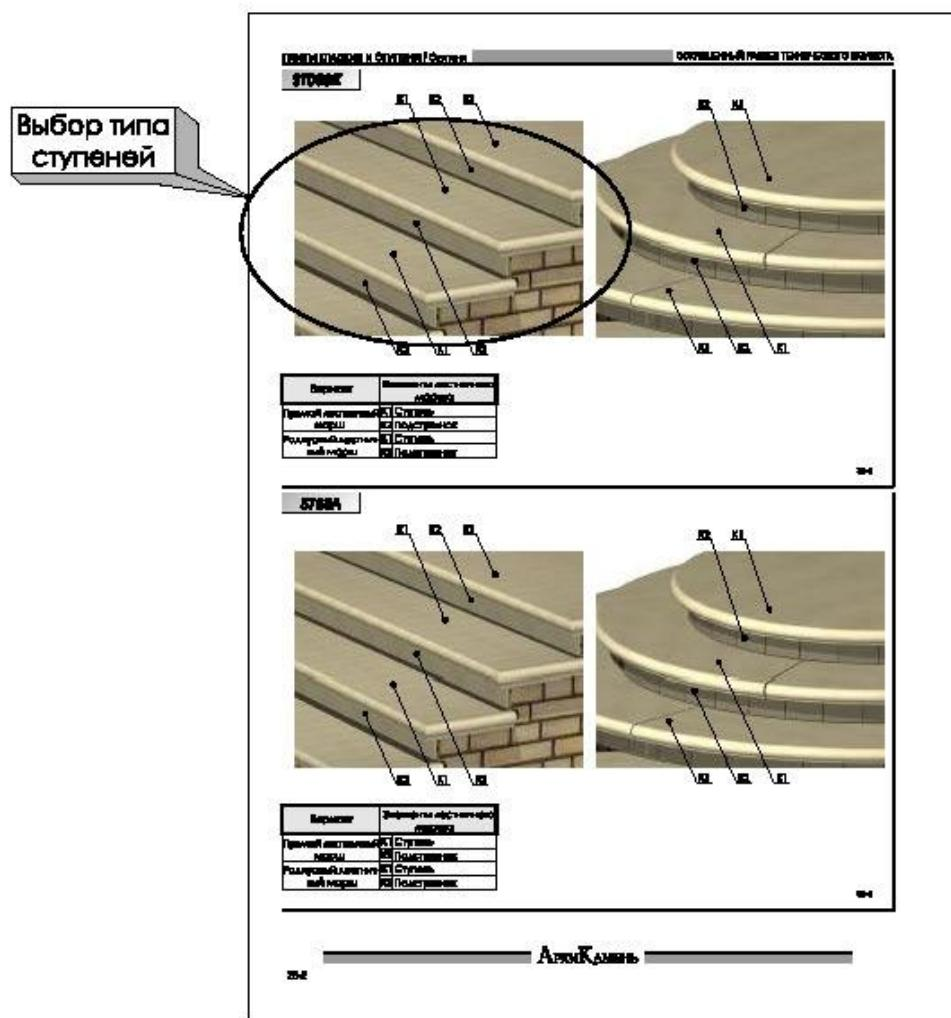

Рис. 2. Выбор типа плиты.
1. В "Сокращенном разделе технического каталога / Плиты гладкие и ступени" выбираем тип ступеней, см. стр. 25–2. См. рис. 2. Выбор типа ступеней. Выбираем ступень: ST000K.